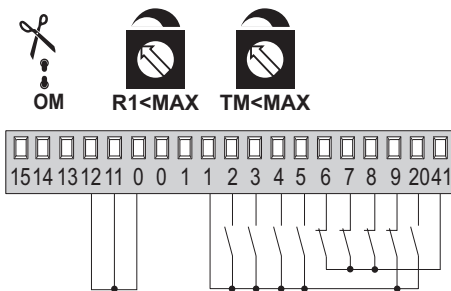

Fig. 6.1
- (Abb. 6.1) Der Flügel kommt an den mechanischen Anschlägen und an Hindernissen zum Stillstand.